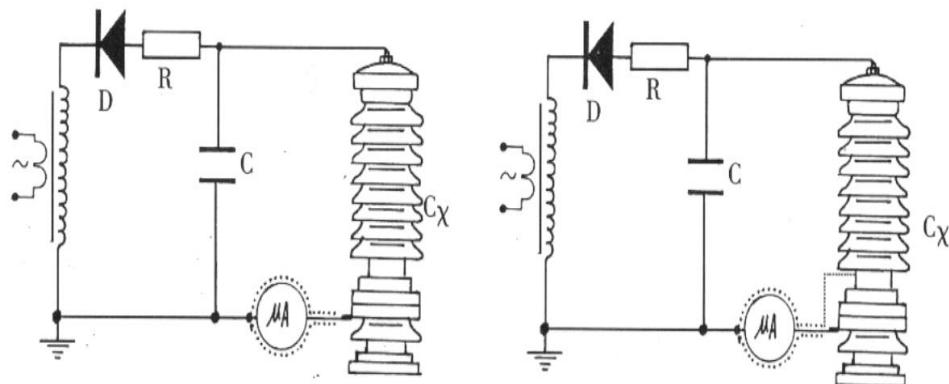

图 7 微安表接入试品 CX 底部的接线图 图 8 排除试品 CX 表面影响接线图
6.4.3 对氧化锌、磁吹避雷器等试品接地端可拆开的情况下，也可采用在试品的底部（地电位侧）串入电流表进行测量的方式，如图 7 所示。当要排除试品表面泄漏电流的影响，可用软的裸铜线在试品地电位端绕上几圈并与屏蔽线的屏蔽层相连接，如图 8 所示。